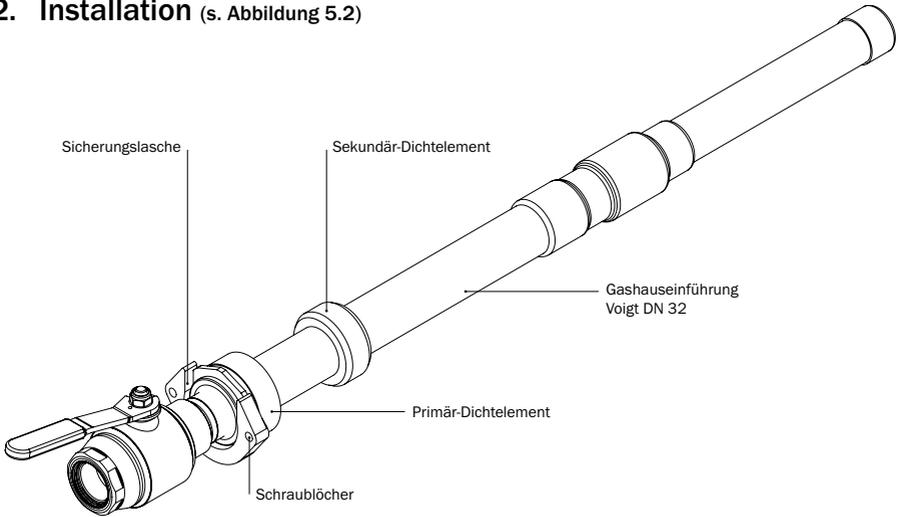

Abbildung 5.2: Montageset Verdreh- und Ausreißsicherung für Voigt Gashauseinführung DN 32
5.2. Installation (s. Abbildung 5.2)